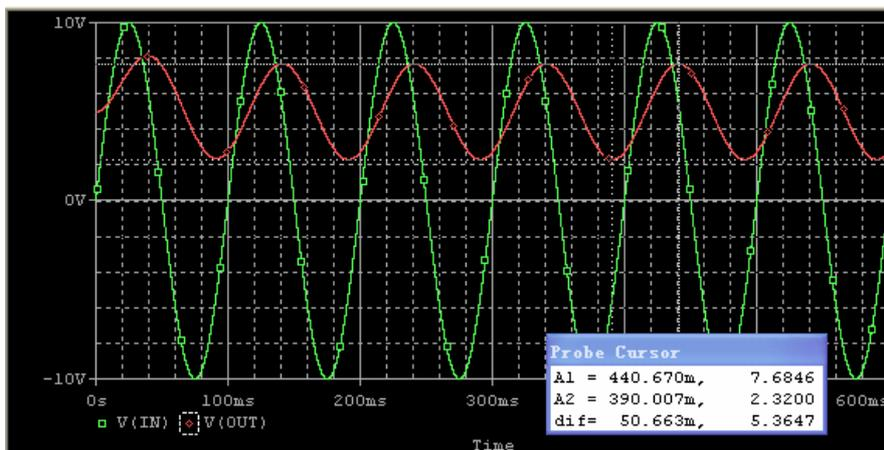
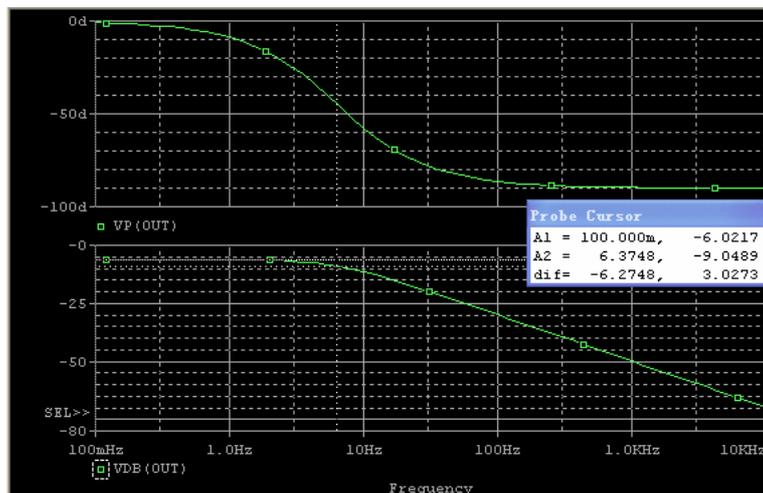

图 16: 正弦输入的瞬态仿真
图 18：交流扫描分析结果
10. 对于 Vout 和 Vin 仿真的结果见图 16。
9. 我们在图 18 中使用光标找 3dB 的点。与时间常数 25 ms ($R1||R2 \cdot C1$)处相应的频率是 6.37 Hz ($f_{3db}=1/(2\pi RC)$)，幅度约为 -9dB。在 0.1Hz 处的 V_{out} 衰减约为 -6dB 或因数 2 ($20\log X=6dB$, $X=2$)，A1 和 A2 之差约为 3dB。相应的输出电压振幅值已在图 16 的瞬态分析期间获得。